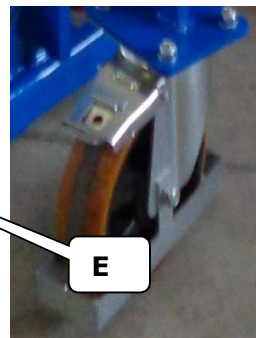
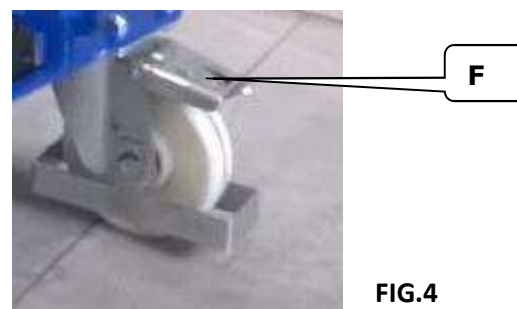

FIG 3
FIG.4
Le operazioni di sollevamento/discesa del carico devono essere svolte con il carrello bloccato dal fermo ruota (FIG. 3 RIF.E)-(FIG.4-RIF.F)
Dispositivo di sicurezza blocca bobina (FIG 4)
- Culla porta-bobine: verificare periodicamente il corretto funzionamento del dispositivo di sicurezza (FIG.4 PAR.2.6)